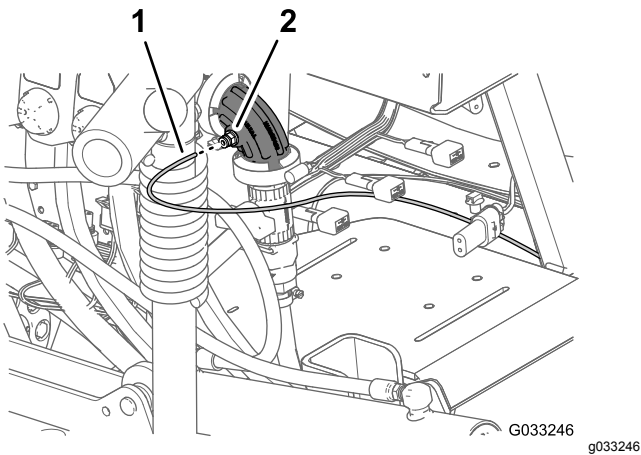
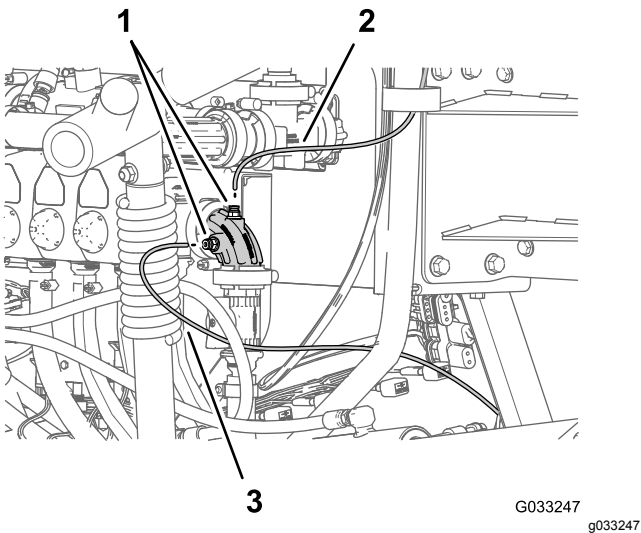

图 121
图 122
1. 将仪表板内压力计压力传感管塑料的末端与管子连接器的锁环对齐图 121 和图 122。
2. 将传感管插入锁环直至管子完全入位图 121 和图 122。